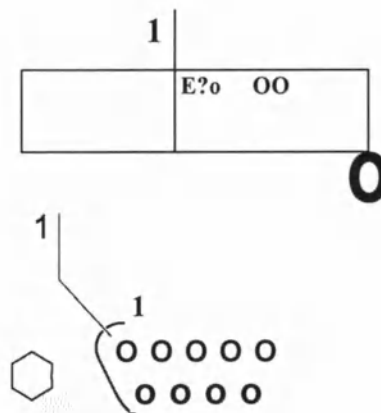

Рис. 11.
2. **Рис. 11:** вставить разъем кабеля последовательного интерфейса (не включен в объем поставки) в разъем (1) на передней панели отсека с электрокомпонентами.